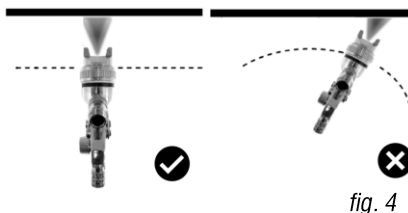

fig. 4
7. Pour commencer, déplacez le pistolet à peinture horizontalement au-dessus de la pièce à travailler en vous assurant que le pistolet demeure perpendiculaire à 90° relativement à la pièce à travailler en tout temps (fig. 4).